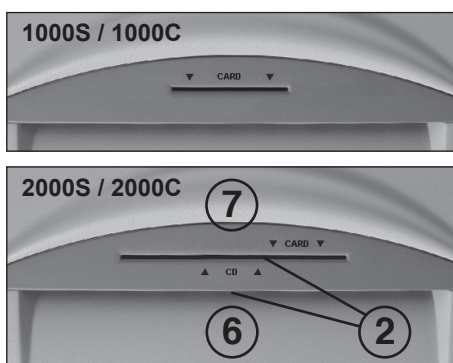

fig. 2
- 2 = Barrière photoélectrique (marche avant) (fig. 2)**
- Amener le papier au bloc de coupe à travers la bouche d'entrée du papier (6) (fig. 2).
- Amener les supports de données (CD, DVD ou carte de crédit) individuellement au bloc de coupe à travers la bouche d'entrée de CD/DVD (CARD) séparée (7) (fig. 2).